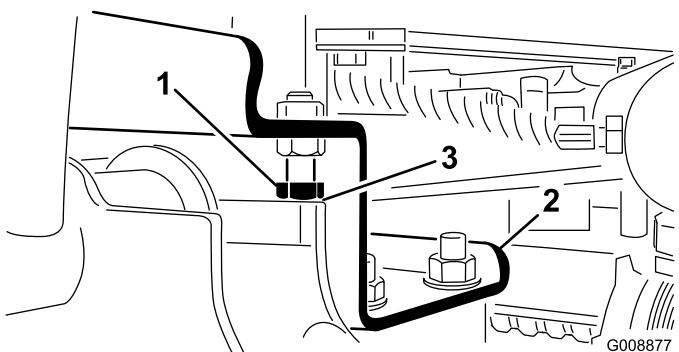

**Bild 25**
1. Lassen Sie den Motor an, heben die Hubarme an und prüfen, ob der Abstand zwischen jedem Hubarm und der Bodenplattenhalterung zwischen 5-8 mm liegt (Bild 25).